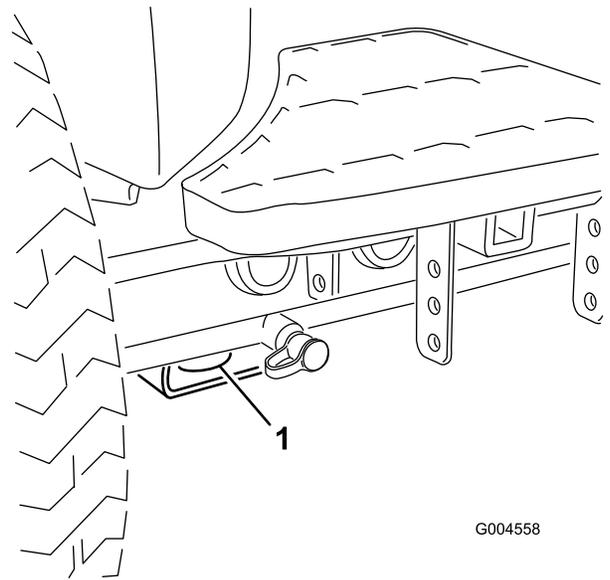

图38
- 前部——矩形垫片上的孔，位于每个前轮胎的轴管下（图38）。